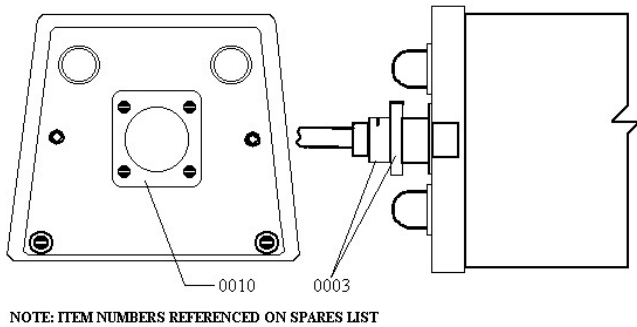

Figura 6, Conjunto del Detector de solapamientos, Vista Frontal para la ubicación del conector
1. Toma de corriente: Para instalaciones en las que este disponible 110/120 VAC, la toma de corriente se conectara al receptaculo (J1) del siguiente modo (*Vease Figura 6, Conjunto del Detector de solapamientos, Vista Frontal para la ubicacion del conector*):